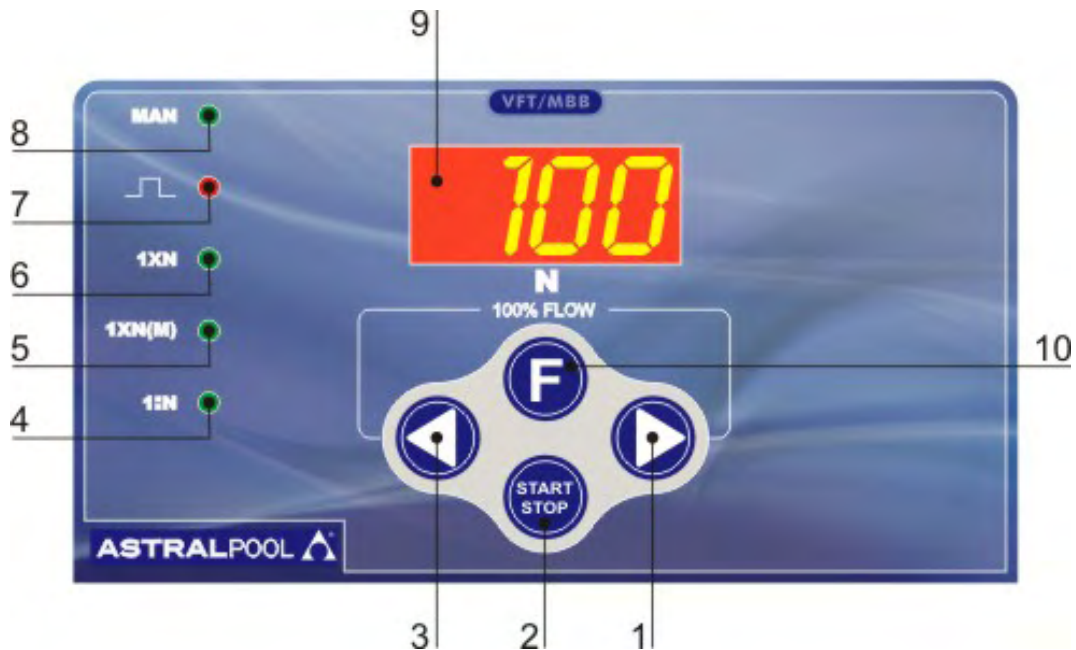

Abb. 18
9.1 - BEDIENVORRICHTUNGEN (Abb. 18)